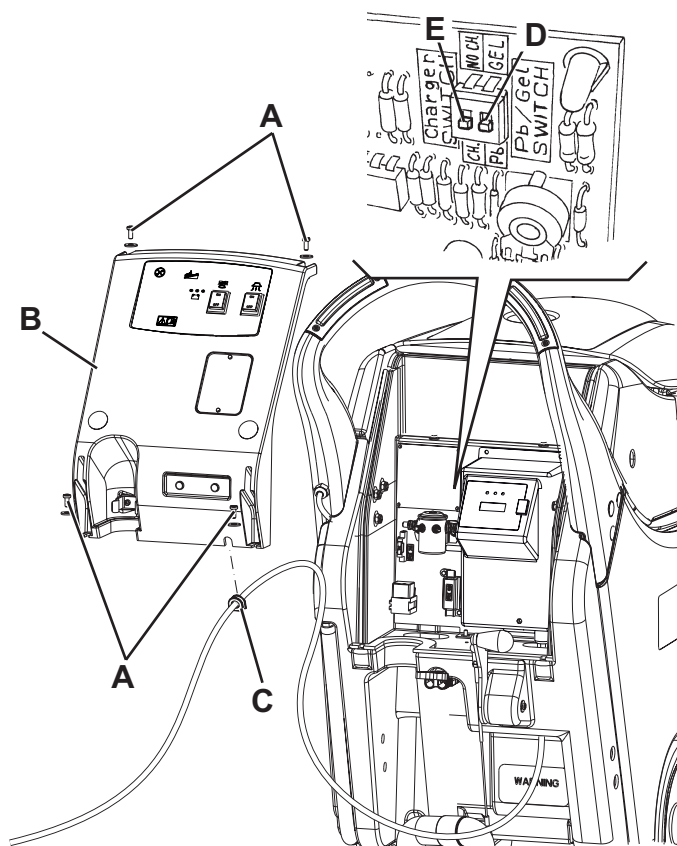

Figure 1
2. Déplacer le tuyau de vidange de l'eau de récupération (11).
3. Déposer le câble du chargeur de batterie du logement (5).
4. Déposer les vis (A, Fig. 1) et déplacer le tableau (B) avec soin en dégageant la bague en caoutchouc (C) de son logement dans le tableau (B).
5. Porter le microinterrupteur (D) dans la position WET.